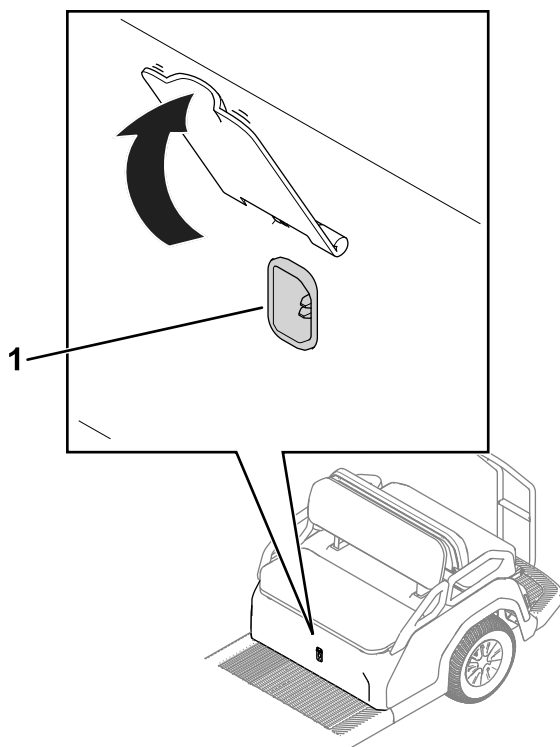

Figure 18
1. Branchez le cordon d'alimentation dans la prise du chargeur de la machine (Figure 18).